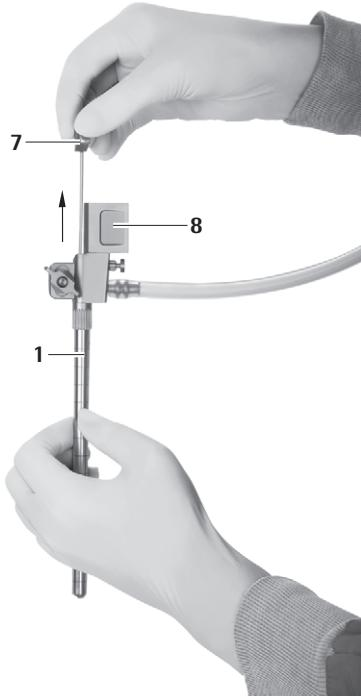

Fig. 9
- ▶ Extraer con cuidado el obturador para el canal de trabajo ovalado 7 del trocar MINOP InVent 1, ver Fig. 9.